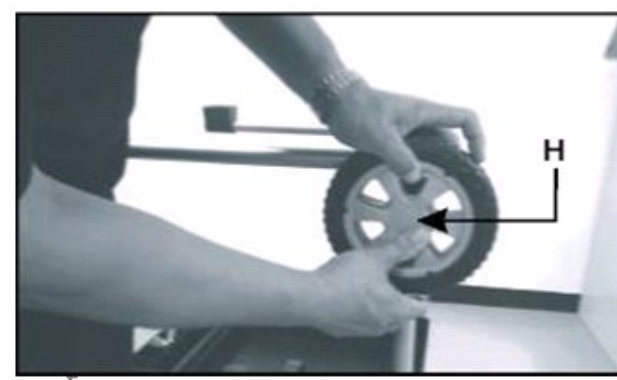

Abb. 1A Abb. 2
- Drehen Sie den Aktenvernichter um und stecken Sie das Stützrohr darauf. (Abb. 1A)
- Ziehen Sie die 4 Schrauben mit einem Schraubenschlüssel fest und befestigen Sie das Rohr am Gehäuse. (Abb. 1A)